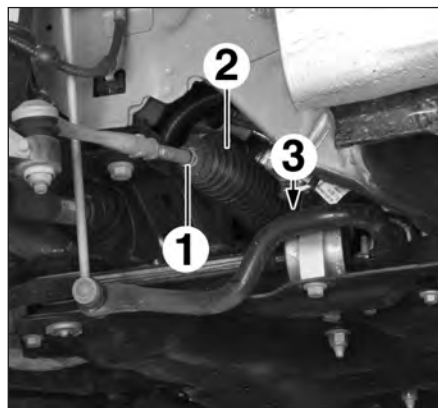

FIG.11
- le collier (1) du soufflet de protection (2) sur la biellette (Fig.11),
- le collier (3) du soufflet de protection (2) sur le boîtier de direction,
- le soufflet de protection (2).